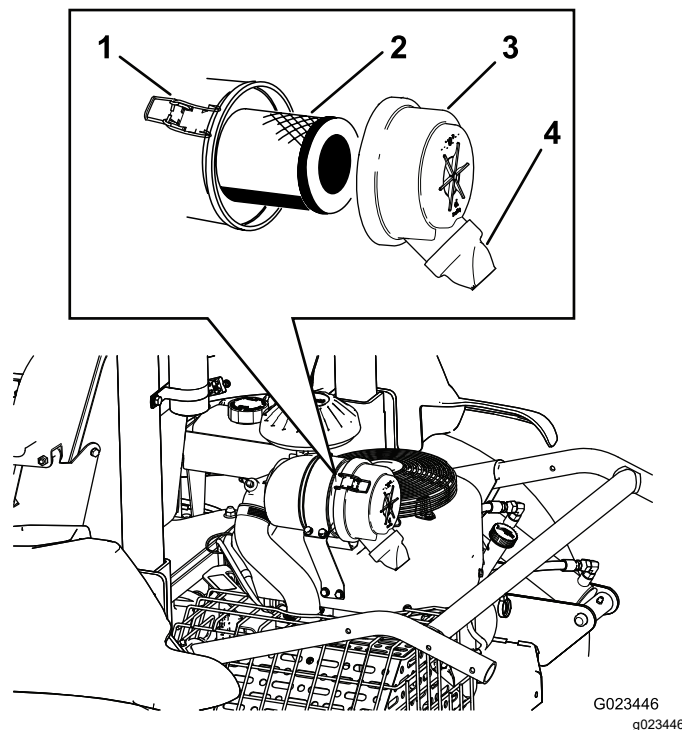

Figure 45
2. Desserrez les attaches qui fixent le couvercle sur le boîtier du filtre à air (Figure 45).